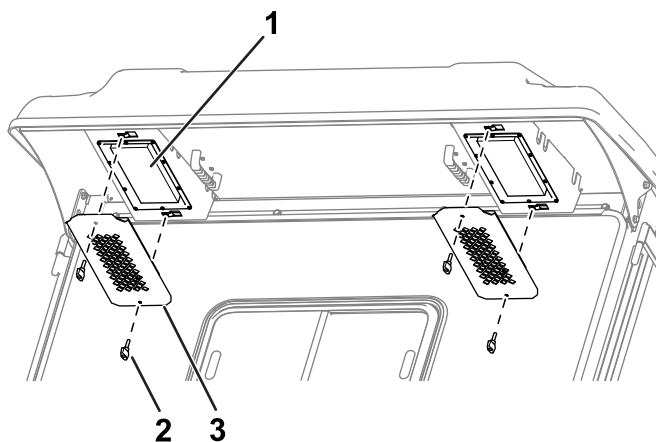

Figure 126
1. Enlevez les boutons et les grilles de l'avancée arrière de la cabine (Figure 126).
4. Utilisez les boutons et les grilles pour reposer les filtres dans la cabine (Figure 126).